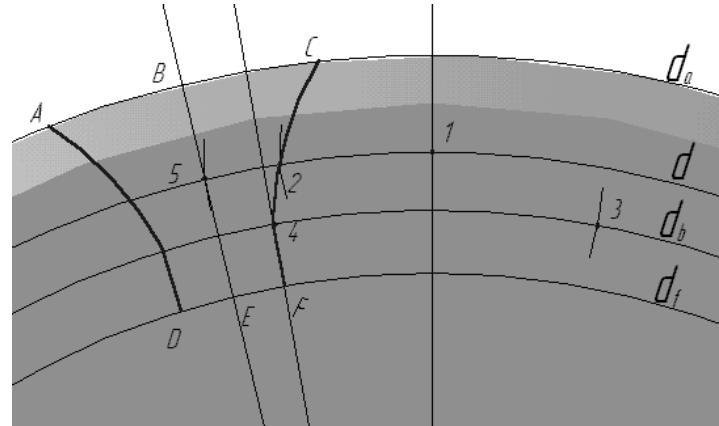

Рис.5
22. Вызовите команду **Симметрия** (страница Инструментальной панели **Редактирование**). В качестве линии симметрии укажите последнюю проведенную вспомогательную прямую (через точку 5). Результат операции приведен на рис. 5.